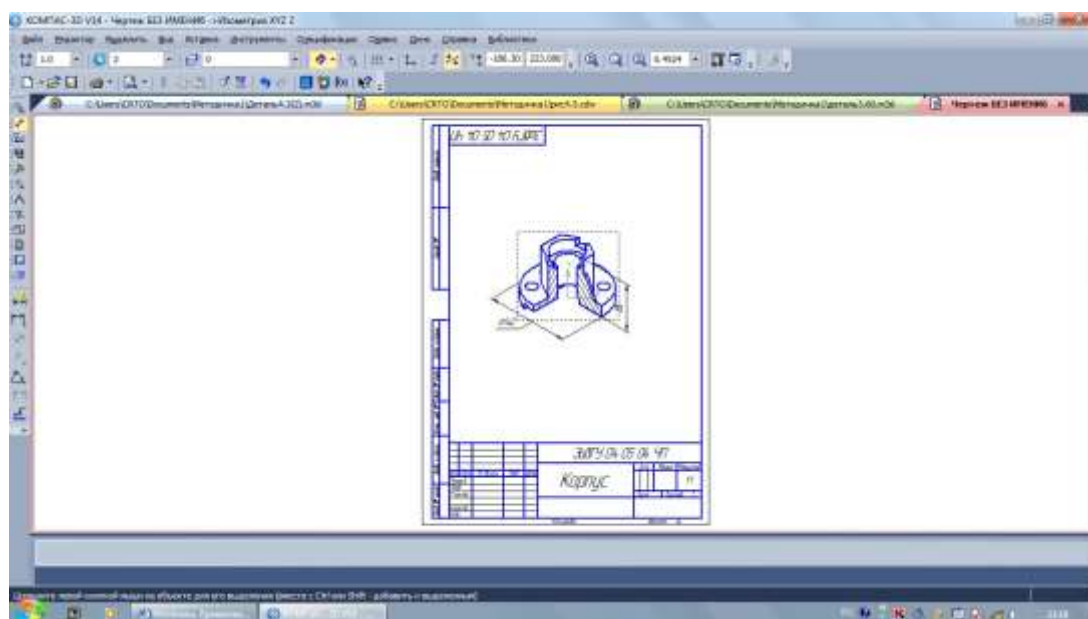

Рис. 14. Аксонометрия *Корпуса* с четвертью выреза
7. Удалите главный вид. Сделайте аксонометрию текущим видом. Полученный чертеж необходимо оформить в ручном режиме: нанести штриховку, проставить размеры и заполнить основную надпись, как показано на рис. 14.